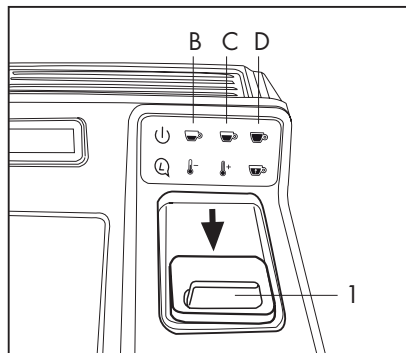

Fig. 11
- Refermer le volet (1) et appuyer sur une des touches de distribution, (B), (C) ou (D), selon les goûts. (Fig. 11)